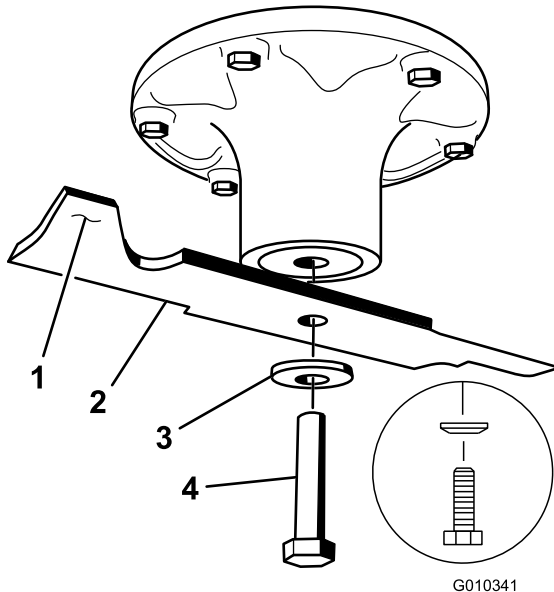

Figura 68
2. Retire a cavilha da lâmina, a anilha curva, e a lâmina do eixo (Figura 68).
1. Instale lâmina no eixo (Figura 68).
2. Instale a anilha curva (lado oval virado para a lâmina) e o parafuso da lâmina (Figura 68).